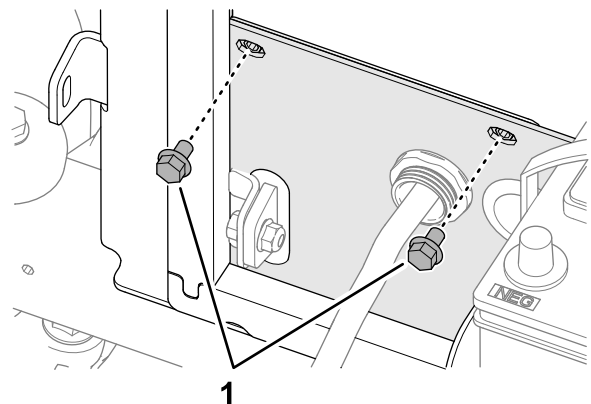

Figura 11
1. Retire los 2 tornillos de caperuza con arandela prensada (5/16" x 1/2") que fijan el radiador al soporte del radiador (Figura 11).